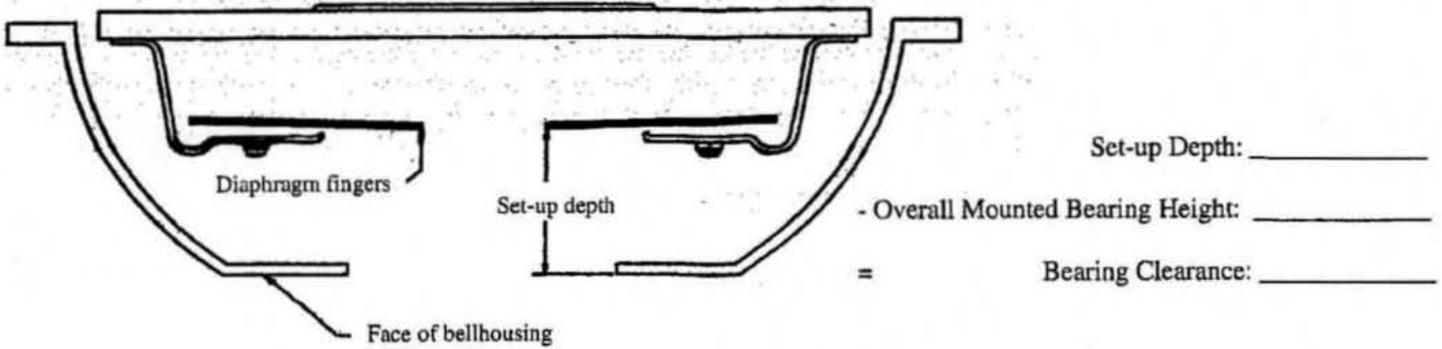

Figure 1: Set-up Depth Measurement
2. Überprüfen Sie den Freigabespalt des Ausrücklagers. Wenn der Freigabespalt nicht innerhalb der Grenzwerte liegt, wenden Sie sich an Ihren Quarter Master-Händler, um einen längeren oder kürzeren Ersatzkolben zu erhalten. Siehe Abbildung 1 und Tabelle 3.
2. Check the release bearing clearance. If the clearance is not within the limits, contact your local Quarter Master distributor for a longer or shorter replacement piston. Refer to Figure 1 and Table 3.
3. Install the release bearing in the bellhousing using the (3) #10-24 x 5/8 flathead screws provided.